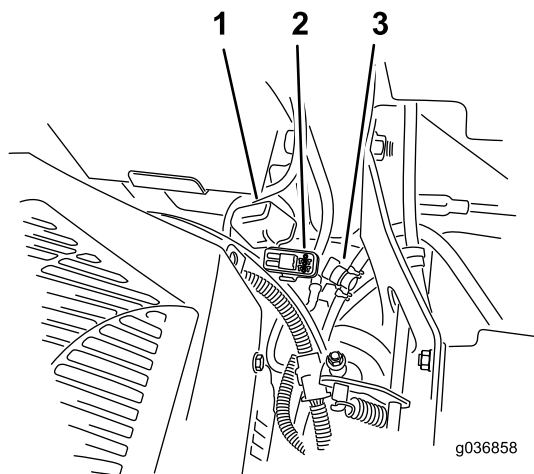

Figura 56
Siguranele fuzibile sunt amplasate pe consola dreapta, de lângă scaun (Figura 56).
2. Instalai o siguranță nouă (Figura 56).